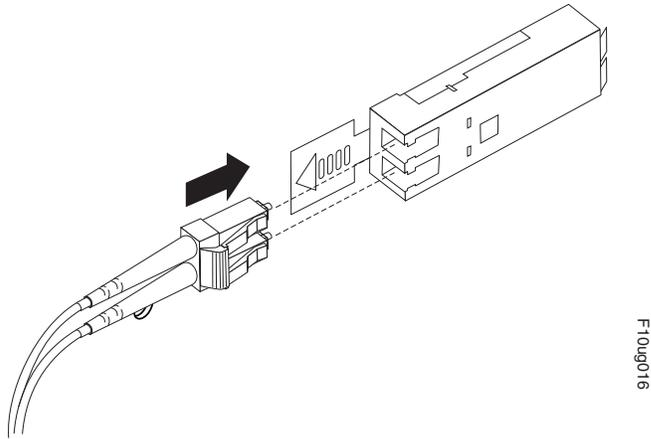

图 27. 将 LC-LC 光纤通道电缆插入到 SFP 模块中
4. 小心地将 LC-LC 电缆的这一端插入已安装在 DS5100 和 DS5300 中的 SFP 模块中。电缆连接器上有定位键，确保它能正确地插入 SFP 模块。如第 52 页的图 27 中所示，拿着接头，推入电缆直到它就位。